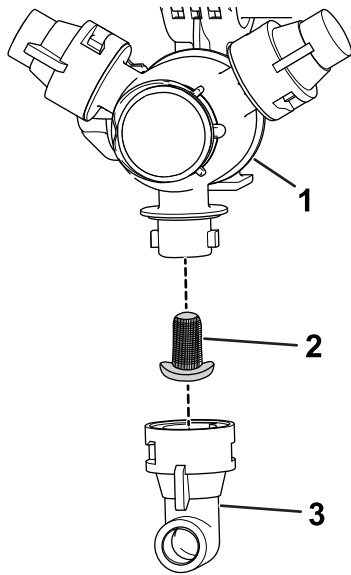

Figura 107
2. Rimuovete l'ugello dalla torretta di irrorazione (Figura 107).
3. Rimuovete il filtro dell'ugello usato (Figura 107).
4. Montate il nuovo filtro dell'ugello (Figura 107).
5. Montate l'ugello sulla torretta di irrorazione (Figura 107).